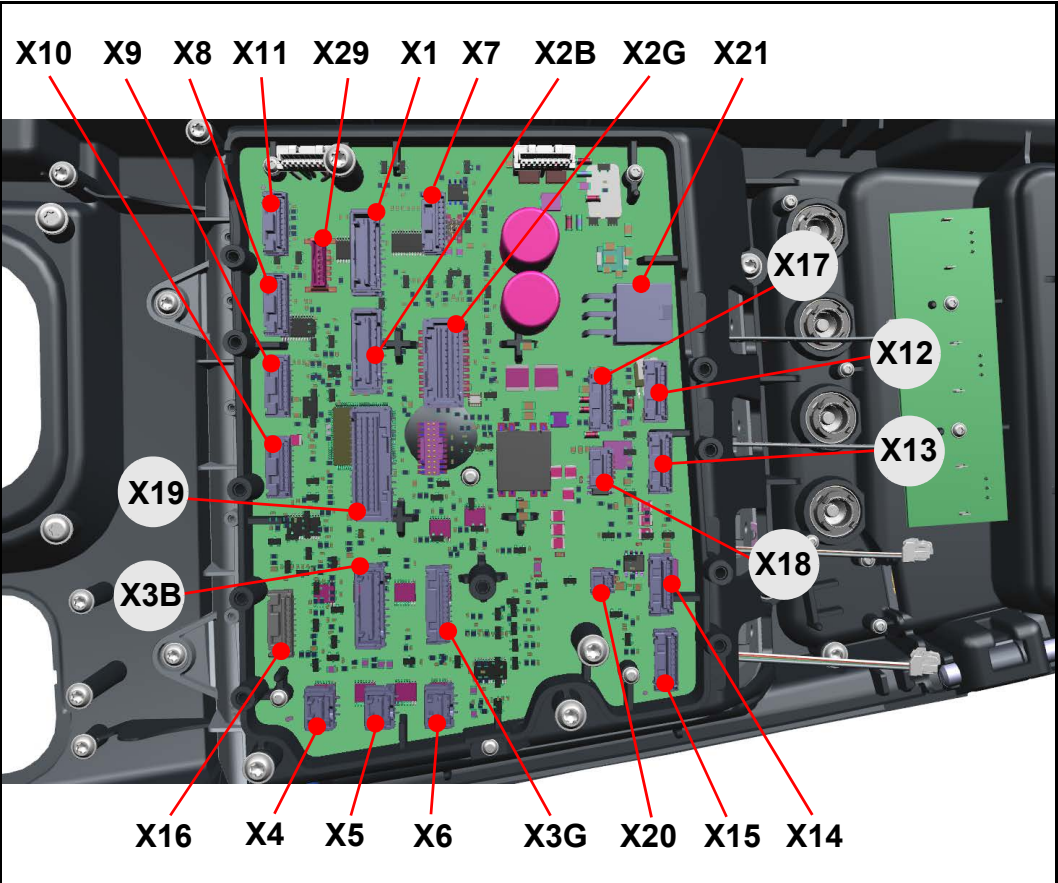

Abbildung 13
1. Litzensatz Mainboard CAN (Abbildung 13, X21) abstecken und Verbindung mit Unterschale lösen.
- Montage der Litzensätze nach einem Austausch von Komponenten gemäß Abbildung 13, Seite 22.